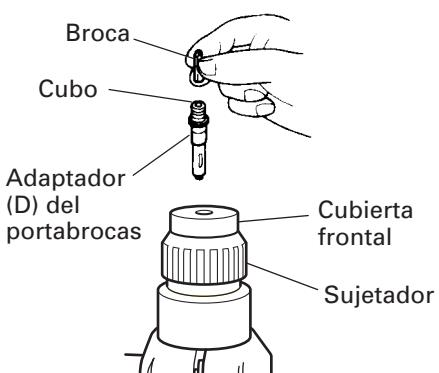

Fig. 9
### 4. Cuando coloque tornillos para metal (Fig. 9)
- No intente emplear la perforadora de percusión en la función de rotación y golpeteo con el adaptador de portabroca (D) y la broca instalados.
5. Atornillando tornillos para madera (Fig. 9)